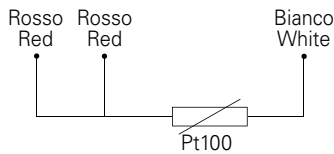

Fig. 1
- collegamento a tre fili secondo IEC 751 (vedi Fig. 1);
Installazione: eseguire i collegamenti di fig.1.